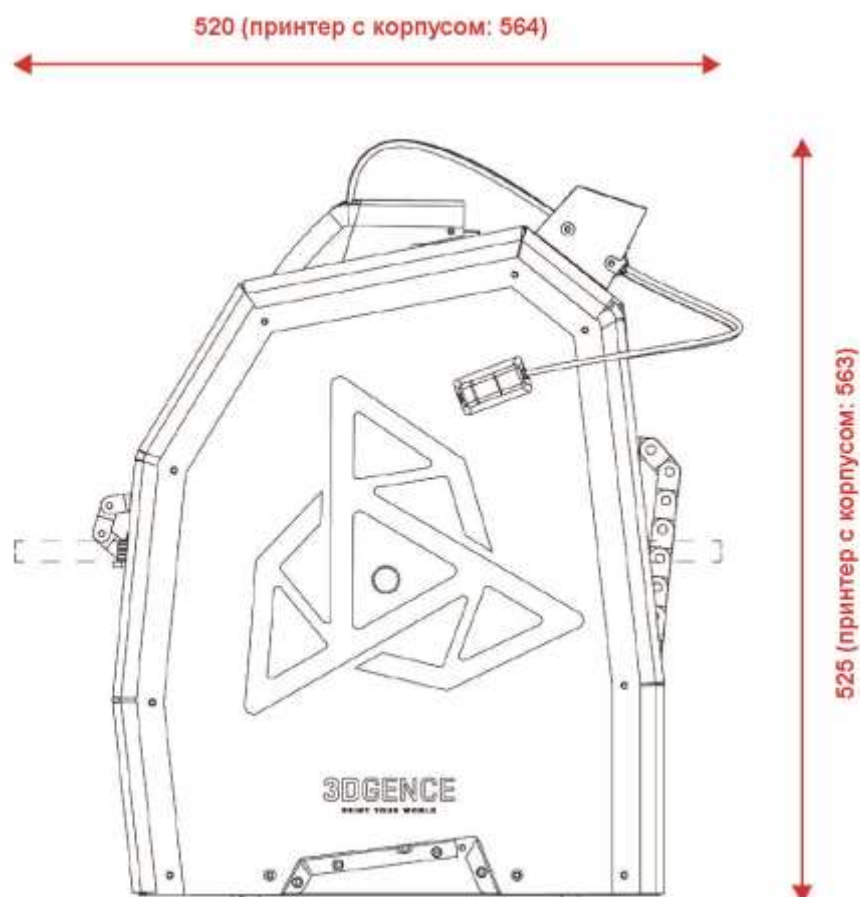

Рис. 4 Максимальные размеры принтера с учетом крайних положений нагревательного стола – вид справа
- должно быть обеспечено достаточное свободное пространство вокруг принтера в зависимости от его внешних размеров и рабочего диапазона осей (рис. 4, 5);